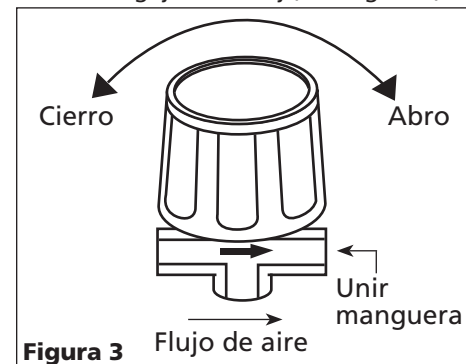

Figura 3
1. Gire la perilla del regulador completamente en el mismo sentido de las agujas del reloj (Vea Figura 3).